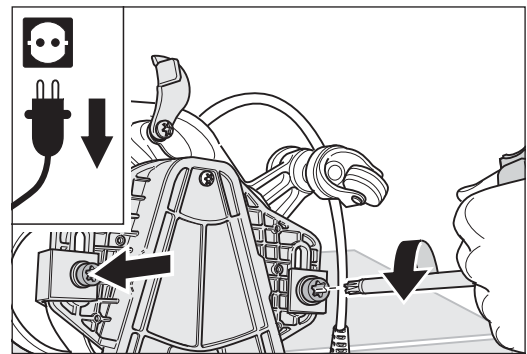

Fig. 31 Sacar los tornillos que fijan el Brazo adicional.
- 4 Con la llave múltiple retire los dos tornillos, los discos y el ángulo de guía que fijan el Brazo adicional y coloque estas piezas a un lado (Fig. 31).